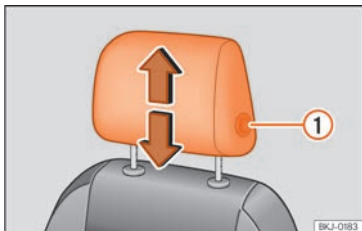
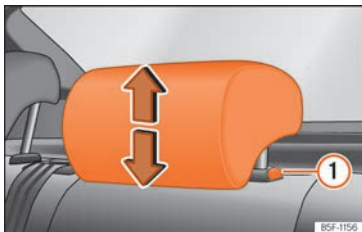

Abb. 66 Vordersitz: Kopfstützen-Einstellung.
Abb. 67 Kopfstütze hinten: Kopfstützen-Einstellung.
Sie zum Absenken auf gleiche Weise vor und drücken Sie die seitliche Taste ① »» (Abb. 66) , »» (Abb. 67).